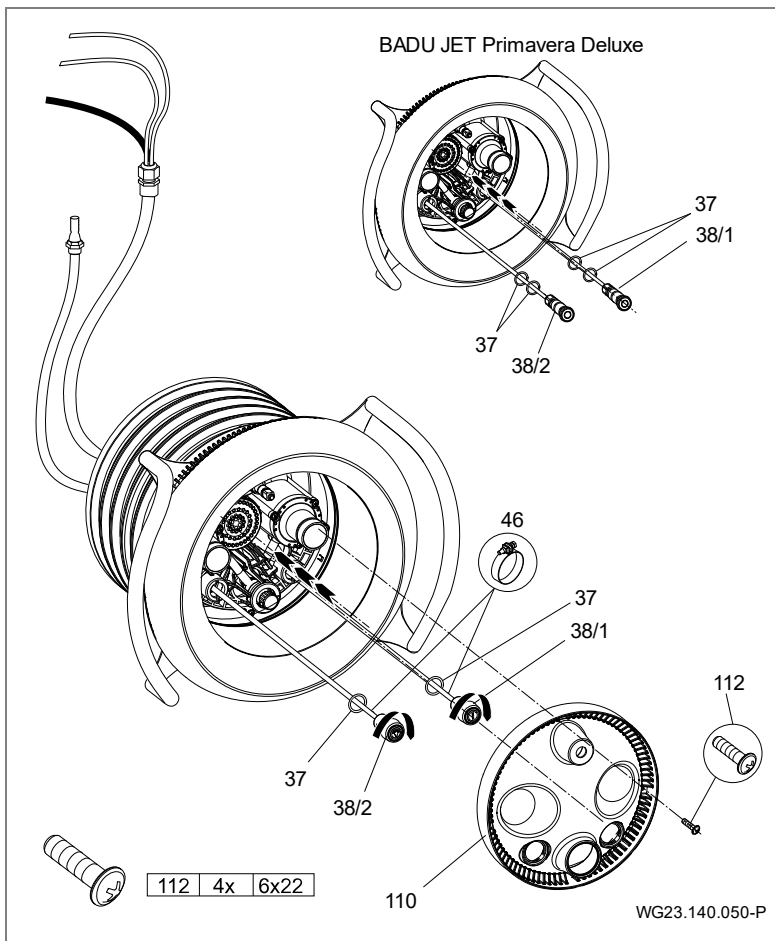

Fig. 20
pneumatici nell'alloggiamento degli ugelli e bloccarli girando in senso orario. (Fig. 20)
10. Posizionare la copertura di acciaio inox (93.1) con i noduli di centraggio sulle cavità presenti sulla copertura di aspirazione (93) e unire a pressione manualmente. Attenzione alla scritta "OBEN" (ALTO) sulla copertura di acciaio inox. Per bloccare la copertura, con un cacciavite ripiegare all'indietro le due linguette sfalsate lateralmente. (Fig. 20)